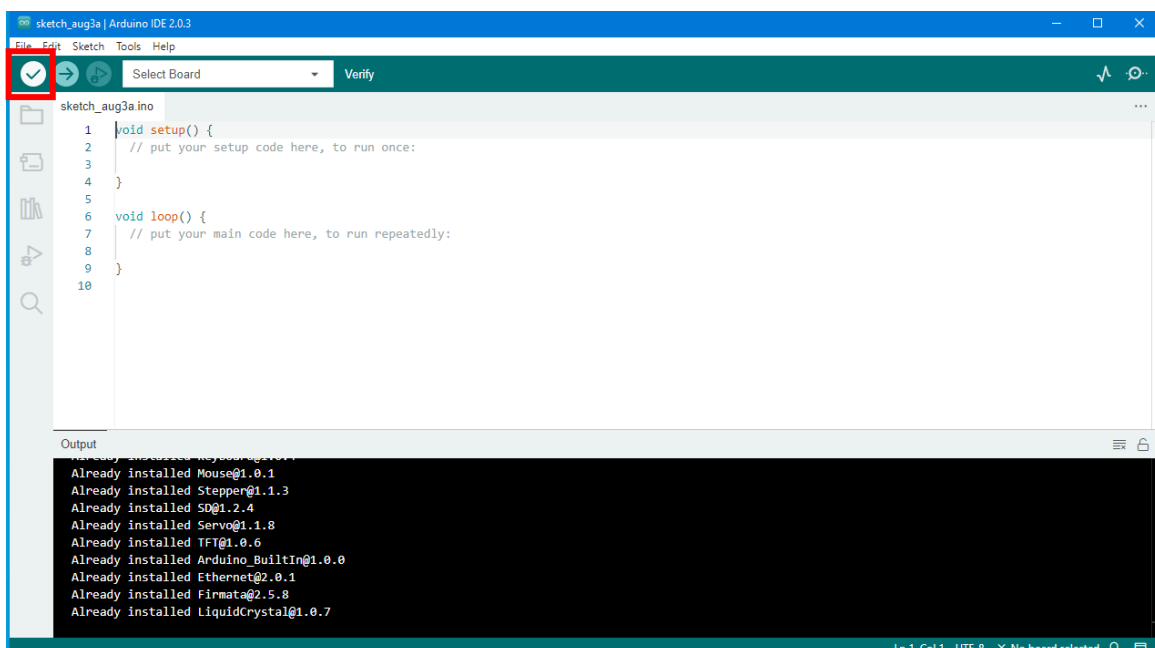

Рис.15. Кнопка «Verify» программы Arduino IDE
6. Проверьте синтаксис вашего кода, нажав кнопку «Verify» (галочка) в верхней панели Arduino IDE (рис.15).